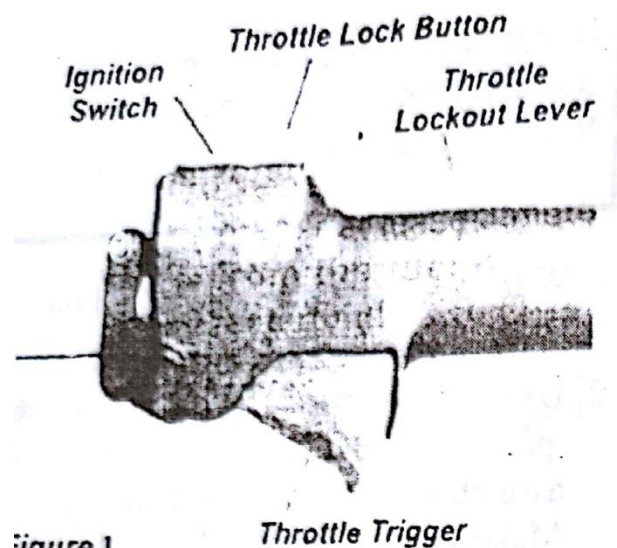

Figura 1
1.- Coloque el gatillo del acelerador en rápido (fast idle) como lo muestra la figura 1.